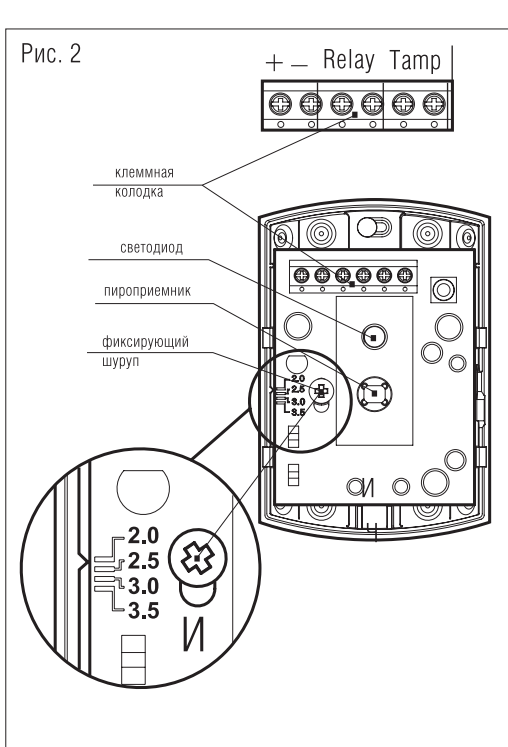

Рис. 2
5. Ослабить шуруп, фиксирующий крепление платы, сопоставить метку с риской, соответствующей высоте установки (рис.2). Это обеспечит дальность действия известателя (12±0,1) м. Уменьшение дальности действия путем смещения платы выше необходимой отметки недопустимо. Это приводит к потере заданной устойчивости к движению животных.